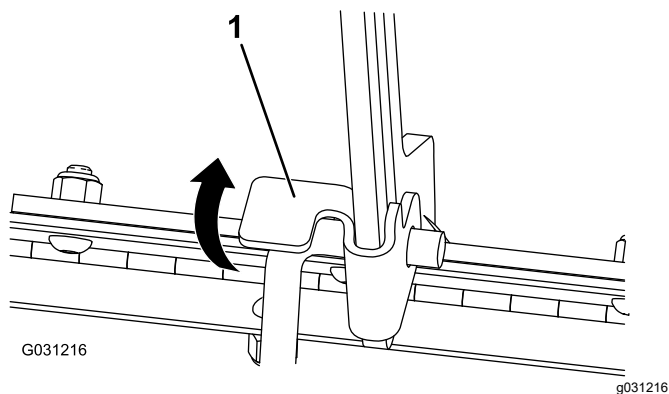

Figura 33
- Ridicați clapeta care fixează tija de sprijin (Figura 33)